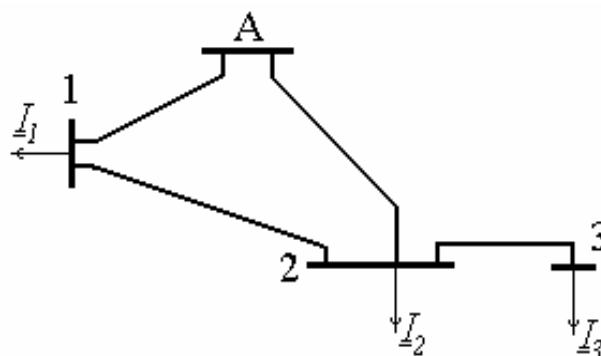

Рис. 61. Схема сети к задаче 39
**Задача 39.** На рис. 61 представлена замкнутая электрическая сеть с номинальным напряжением 35 кВ. Определить перетоки мощности по участкам сети с учетом потерь мощности в линиях.